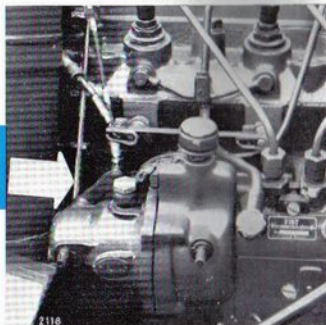

FIG. 12.
- 2° Pousser vers le haut le tirant de demi-compression (fig. 12).
- 5° Porter la tirette de demi-compression vers le bas en position compression (fig. 12).